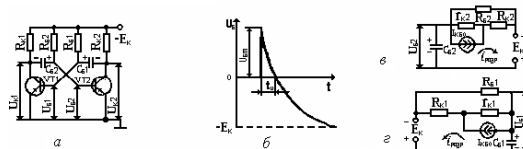

Рис. 1.7
7. По каким цепям происходит перезаряд конденсаторов $C_{B1,2}$ (рис.1.7а)?
Дать анализ временной характеристики и эквивалентных схем (рис.1.7б,в,г).